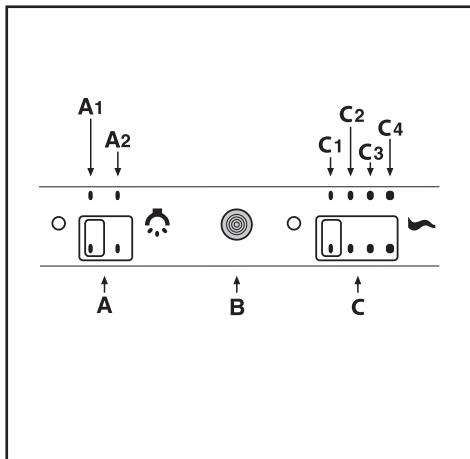

Fig.11
**• Comandi slider (Fig.11)** la simbologia è di seguito riportata: